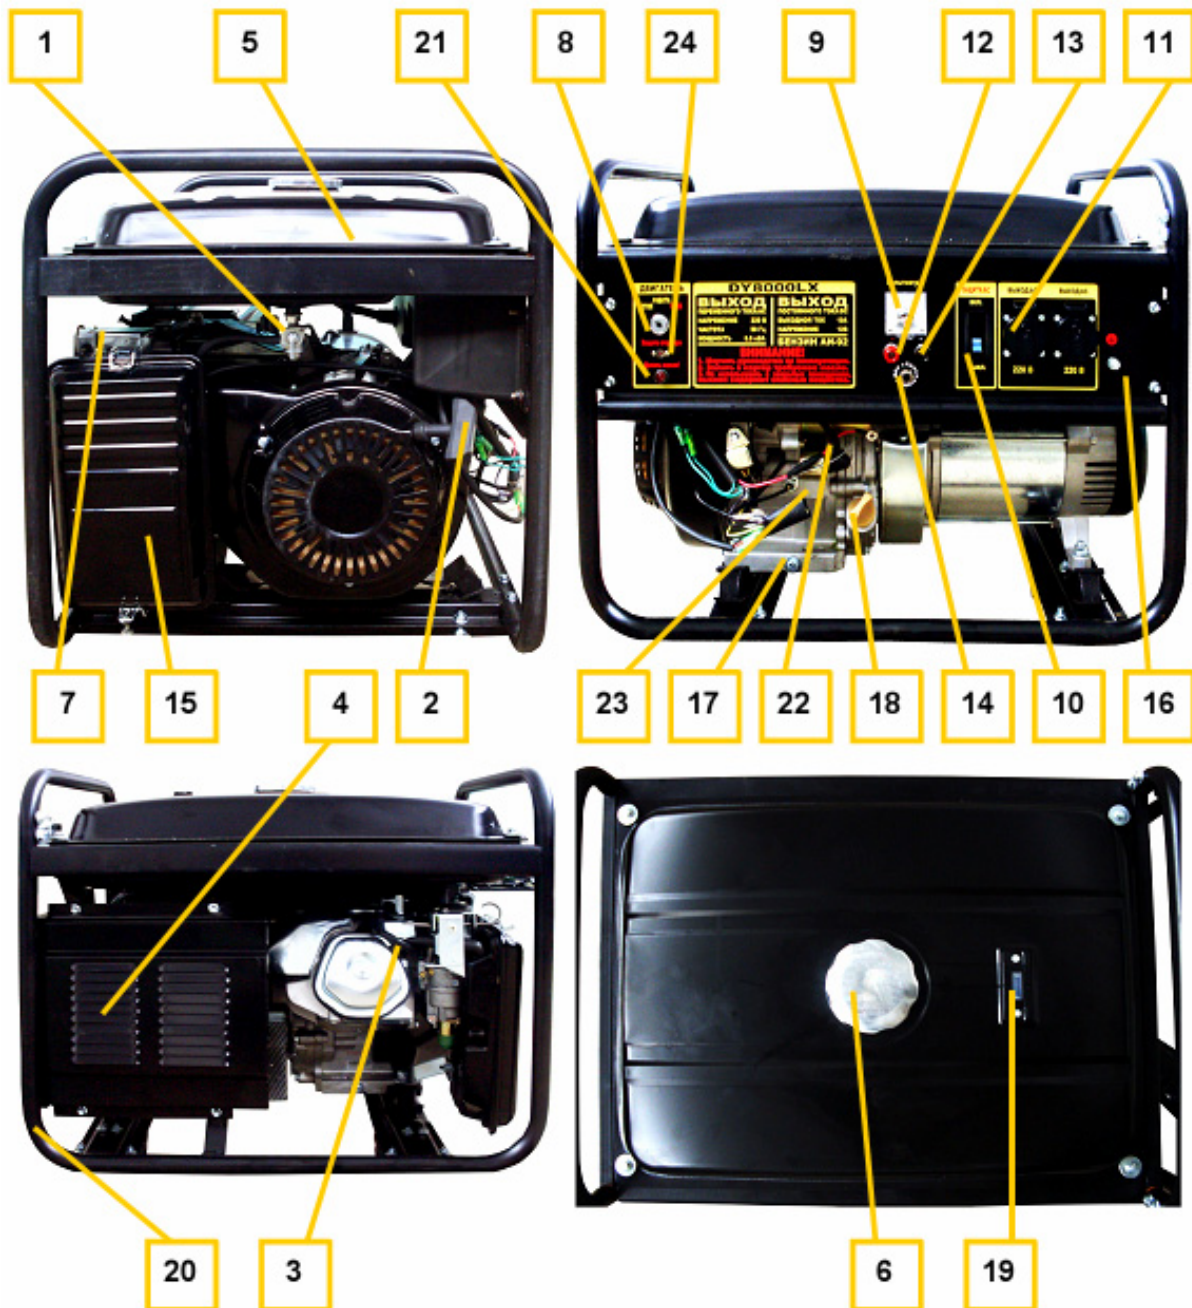

Рис. 1
- Вывинтить щуп (поз.18 рис.1) и залить в картер масло соответствующего типа (таблица 2 п.8) до нижнего края горловины. Вставить чистый сухой щуп в горловину картера и вынуть его. Проверить уровень масла: граница смоченной области щупа должна располагаться между отметками минимального и максимального уровней.
- При установке генератора следует подключить к резьбовой клемме (поз.16 рис. 1) проводник заземляющего устройства, удовлетворяющего требованиям раздела «Обеспечение требований безопасности».
- Отключить все потребители переменного тока от генератора, переведя рычаг автоматического выключателя (поз.10 рис.1) в отключенное положение «0», отсоединить потребители постоянного тока от клемм (поз. 12, 13 рис. 1).
- При использовании бензина открыть топливный кран (поз. 1 рис. 1)
- При использовании бензина перевести рычаг управления воздушной заслонкой (поз.7 рис.1) в крайнее левое положение при пуске холодного двигателя и в промежуточное положение при пуске прогретого двигателя.
- Перевести выключатель двигателя (поз.8 рис.1) в отключенное положение «0».
- Плавно вытянуть до упора трос ручного стартера за ручку (поз. 2 рис. 1) и вернуть в исходное положение (см. также рис. 2).
- Перевести выключатель двигателя (поз.8 рис.1) во включенное положение «1».
- При ручном пуске придерживая генератор за раму, резко с интенсивным усилием вытянуть трос стартера до упора (рис. 2), повторив действие несколько раз при необходимости. Если двигатель не запускается, следует изменить положение рычага воздушной заслонки, сдвигая его вправо тем больше, чем выше температура двигателя и окружающего воздуха при использовании бензина или повторить кратковременное нажатие кнопки регулятора при работе на газе, затем повторить пуск с помощью стартера. Включение электрического стартера производится поворотом ключа выключателя (поз.8 рис.1) в крайнее правое положение «пуск». Сразу после пуска двигателя отпустить ключ для обеспечения его самовозврата в среднее положение. При срабатывании защиты (поз.24 рис.1) нажать сброс после остывания автоматического выключателя.
- При работе на бензине после прогрева двигателя в течение времени около 10-40 секунд, в зависимости от начальной температуры, перевести рычаг заслонки (поз. 7 рис. 1) в крайнее правое положение, если при этом двигатель работает неустойчиво вернуть рычаг заслонки (поз. 7) в прежнее положение и обеспечить завершение прогрева.
- Подключить к разъемам генератора потребители, соответствующие требованиям раздела «Обеспечение требований безопасности». Полная (сумма активной и реактивной) мощность всех подключаемых потребителей в стационарном режиме не должна превышать значений номинальной мощности, указанных в Таблице 1. Не допускается длительное превышение номинальной мощности более, чем на 10% выше номинального значения. Включить автоматический выключатель (поз.10 рис.1), установив его рычаг управления в положение «1».
- При работающем генераторе отключить автоматический выключатель (поз.10 рис.1), отсоединить потребители постоянного тока от клемм.
- Закрыть топливный кран (поз.1 рис.1).
- 6.1 Наличие и величина напряжения переменного тока индицируется и измеряется вольтметром (поз.9 рис.1).
- 6.2 Причиной отсутствия напряжения при работающем генераторе может служить срабатывание автоматических выключателей защиты цепей от перегрузки (поз. 10, 14 рис.1). В этом случае следует устранить причину перегрузки и нажать кнопку или клавишу сброса соответствующего автоматического выключателя после его остывания.